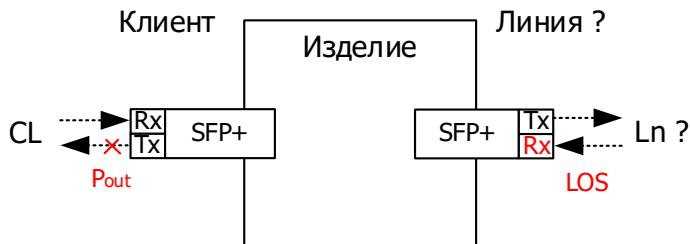

Рисунок 53 – Режим ALS с линии на клиент
2.4.7.3 Отключение выходной оптической мощности в сторону клиента при отсутствии мощности на входе линии (см. Рисунок 53). Установить для параметра *CllLFLLOSSet* необходимое значение.